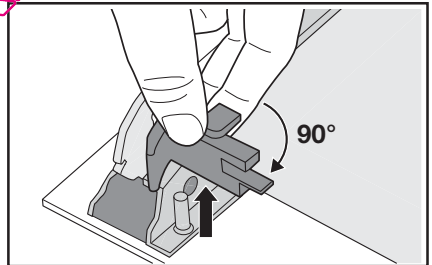

Fig. 30
8. Tournez les 2 fixations de 90° et sortez-les de leur logement (Fig. 30).